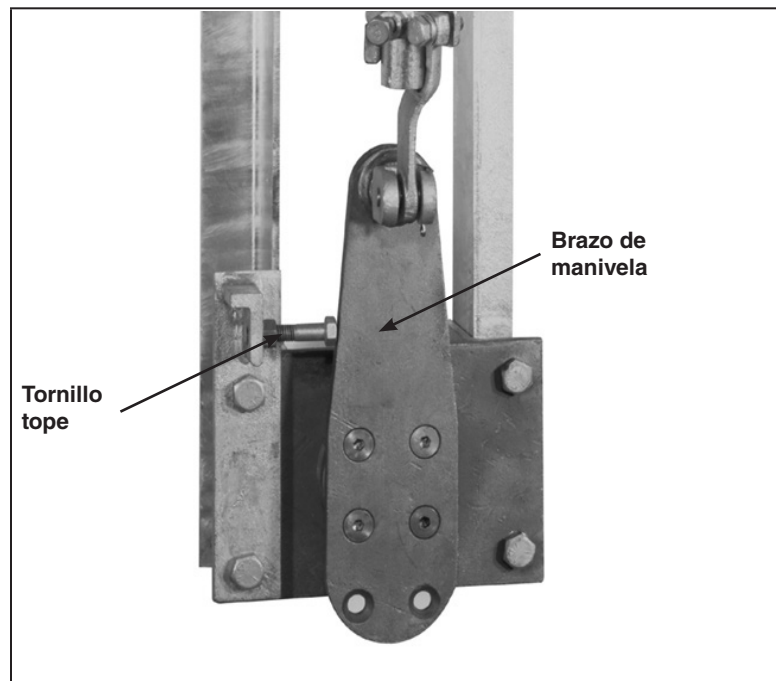

Figura 34. Ajuste del tornillo de tope del brazo de manivela de la chumacera exterior.
- (d) Con los tres polos del interruptor completamente cerrados, el brazo de manivela de la chumacera exterior debe encontrarse en la posición de sobrecentro y quedar contra su tope de cierre. Vea la Figura 34. El tope de cierre de la chumacera exterior puede necesitar que se le ajuste para dar la cantidad correcta de acción basculante, vea la nota que está en el plano de montaje para conocer la cantidad de acción basculante que se debe obtener.